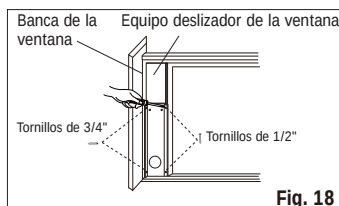

Fig. 18
3. Cierre de forma segura el marco deslizable contra el equipo deslizador de la ventana. (Fig. 18)
4. Colocar dos tornillos de 1/2" para ajustar el kit deslizable de la ventana al marco de la ventana. (Fig. 18)
5. Colocar dos tornillos de 3/4" para ajustar el kit deslizable de la ventana al heces de la ventana. (Fig. 18)